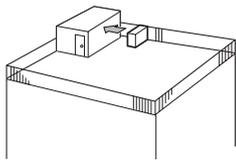

Fig. 2-3
- ① Positionner la sortie d'air vers le mur le plus proche et à environ 100 cm de celui-ci. (Fig. 2-3)